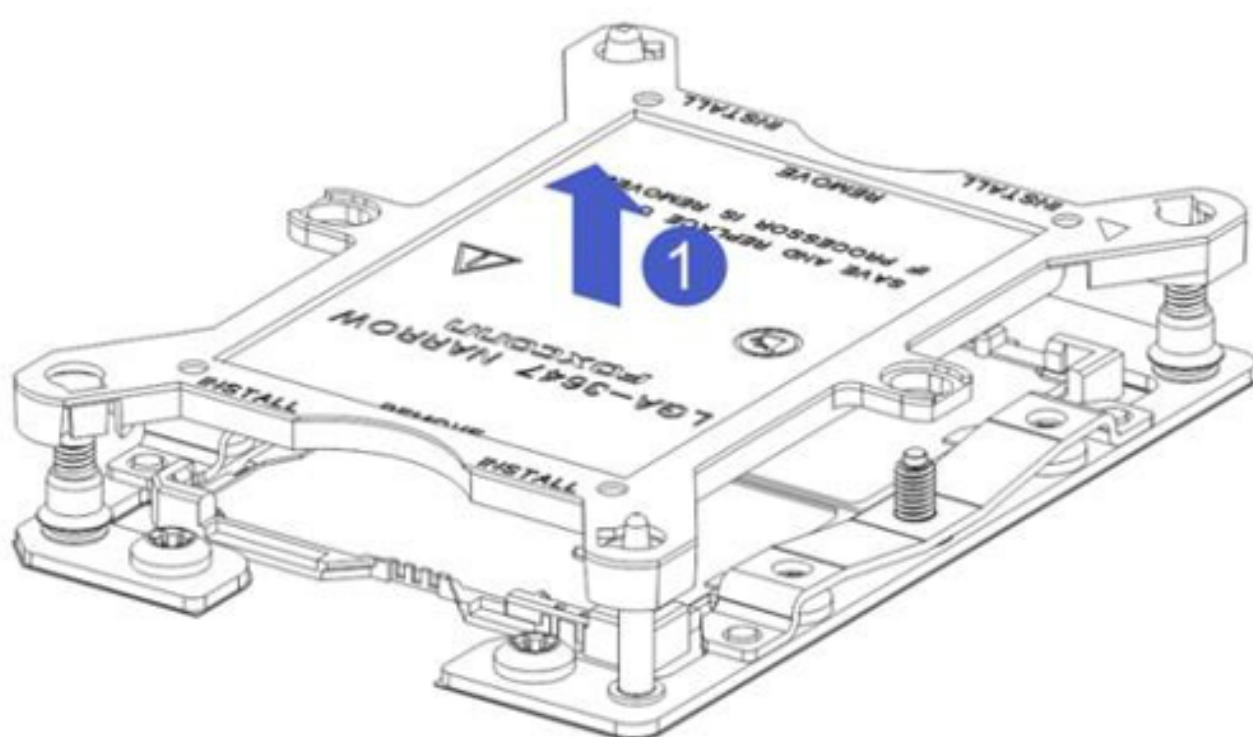

Рис. 3-3
1. Снимите заглушку процессора как показано на Рис. 3-3.